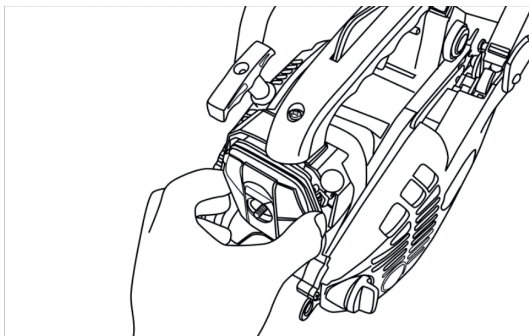

Рис. 32 Установка воздушного фильтра.
- Установите фильтр на место и закрутите крышку корпуса воздушного фильтра (рис. 32)